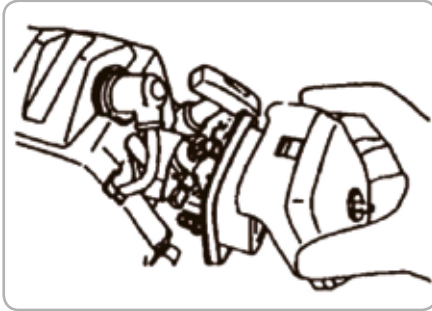

Fig.5
**Asamblarea cablului de accelerație: Fig.5,6**